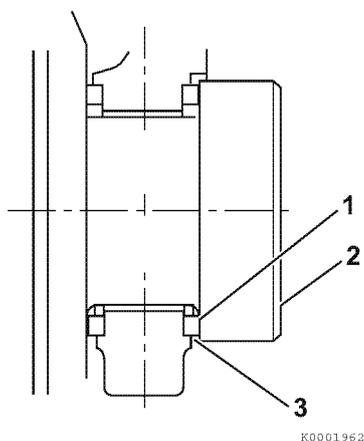

Figure 6-65
- **Méthode B** : Utilisez une jauge d'épaisseur pour mesurer le jeu (3, **Figure 6-65**) entre le palier de butée (1, **Figure 6-65**) et le vilebrequin (2, **Figure 6-65**). Enregistrez la mesure. Voir *Palier de butée* à la page 6-10 pour la limite de service.